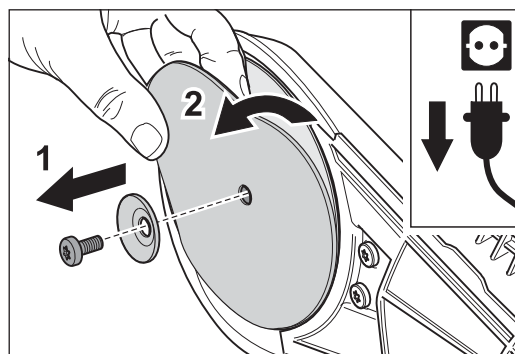

Fig. 11 ... tras quitar la arandela de sujetar el abrasivo, sacarlo ...
- 5 Saque este tornillo y la arandela tensora de papel del plato de lijado y coloque estas piezas a un lado (Fig. 11).